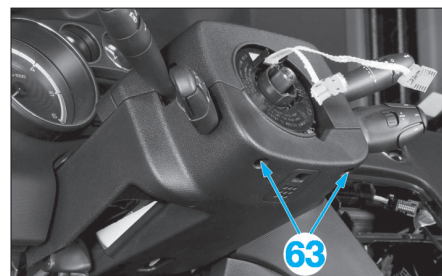

Fig. 35
- Déposer les vis (63) puis les garnitures de colonne de direction (Fig.35).